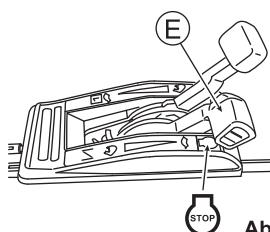

Abb. 20
- 6 Um die Mäharbeit zwischendurch zu unterbrechen oder zu beenden, stellen Sie den Kupplungshebel (B) und Klingenhebel (C) zurück und anschließend den Gashebel (E) auf "STOP", um den Motor abzustellen. (Siehe Abb. 20)